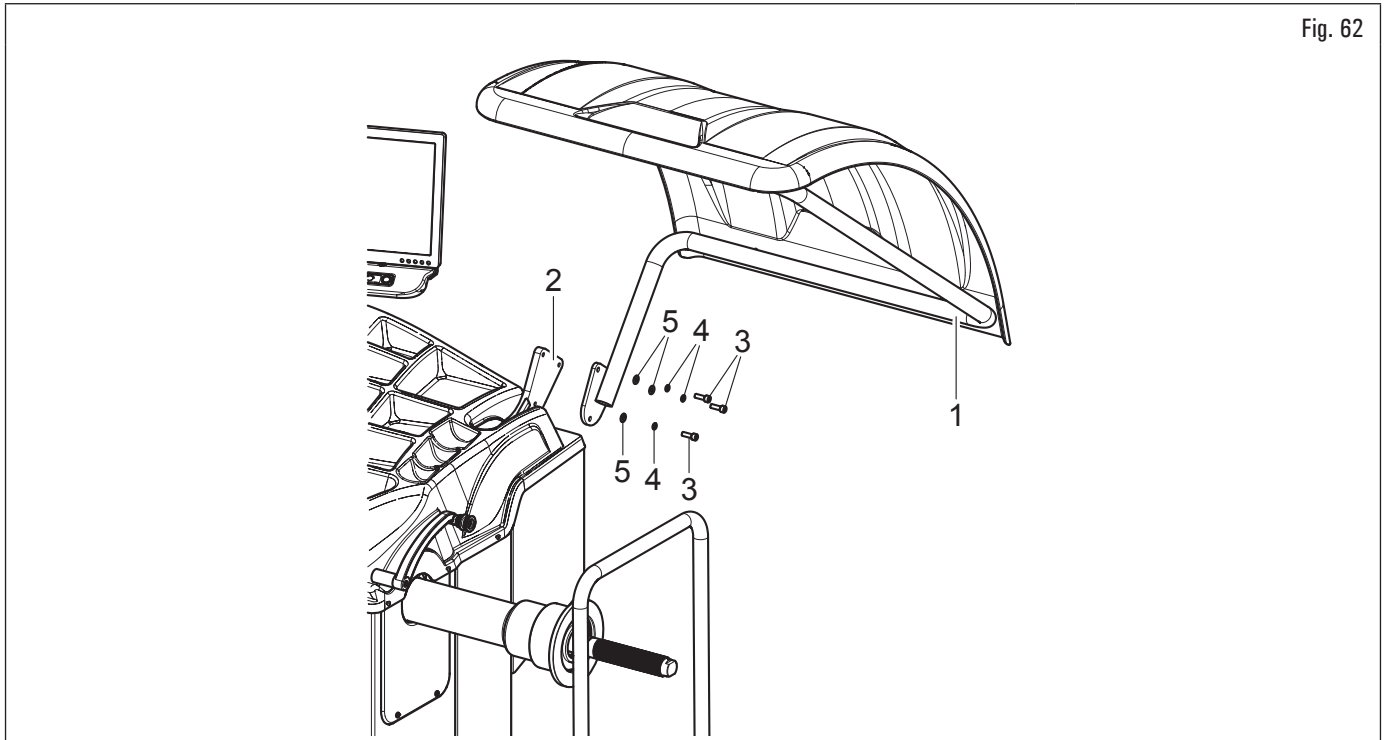

Fig. 62
1. Montare il carter di protezione (Fig. 62 rif. 1) al supporto (Fig. 62 rif. 2) con le viti (Fig. 62 rif. 3), interponendo le rondelle (Fig. 62 rif. 4 - 5), fornite in dotazione.